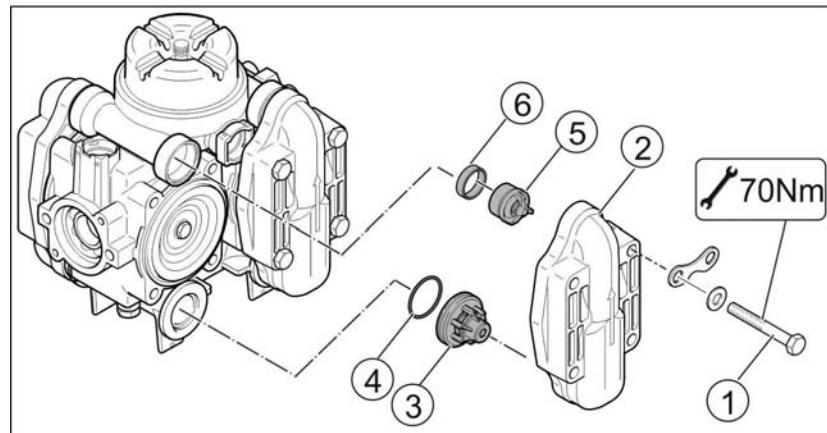

Рис. 194
2. Выкрутите винты (Рис. 194/1).
3. Снимите крышку клапана (Рис. 194/2).
4. Выньте клапанные группы (Рис. 194/3).
5. Извлеките уплотнительное кольцо клапана (Рис. 194/4) и кольцо круглого сечения (Рис. 194/5).